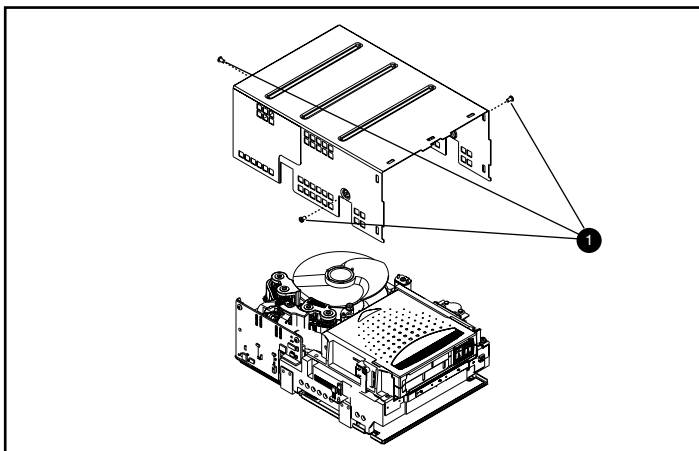

Figure D-2 : Retrait du capot
Le capot de l'unité de sauvegarde SDLT est fixé à cette dernière par trois vis. Deux vis se trouvent de chaque côté de l'unité, une troisième à l'arrière. Pour enlever le capot, retirez toutes les vis ❶ au moyen d'un tournevis Torx T8 et soulevez le capot (voir la figure D-2).